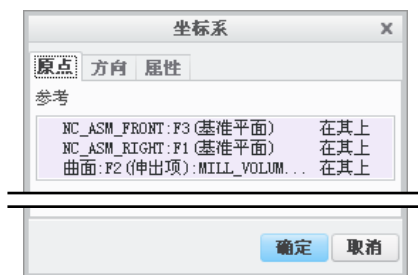
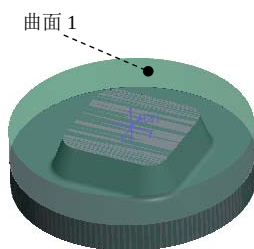

图 3.1.19 “坐标系”对话框
图 3.1.20 创建的坐标系
Step3. 设置机床坐标系。在“操作”操控板单击 按钮，在弹出的菜单中选择 命令，系统弹出图 3.1.19 所示的“坐标系”对话框。然后依次选择 NC_ASM_FRONT、NC_ASM_RIGHT 和图 3.1.20 所示的曲面 1 作为创建坐标系的三个参考平面，单击 按钮完成坐标系的创建。单击 按钮，系统自动选中刚刚创建的坐标系作为加工坐标系。